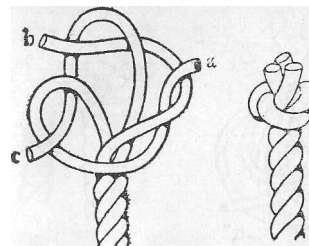

Рис. 71. Простой талрепный кноп.
*Простой талрепный кноп.* Самый простой кноп на трехпрядном тросе. Его выполнение показано на рис. 71. Трос с конца распускают на пряди достаточной длины.
\* Пряди в описываемых кнопах обозначены буквами *a*, *b* и *c* против часовой стрелки для тросов правой свивки (см. рис. 71). Эти буквы в равной степени относятся и к последующим кнопам.
**Фалрепный кноп** (рис. 75). Это красивый плоский овальный кноп. Название его связано с фалрепами древних времен — канатами, которые служили опорами для рук при пользовании забортными (подвесными) трапами и веревочными лестницами. Начало выполнения кнопа простое. Его основой является простой талрепный кноп (см. рис. 71), над которым